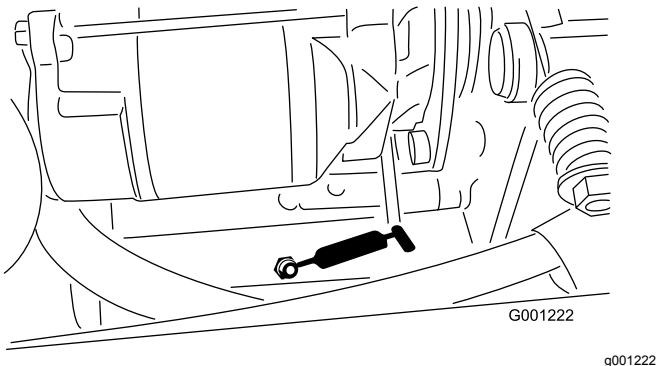

Figura 37
- Perno di tensionamento della PDF (Figura 37)
- Cuscinetto posteriore della PDF (Figura 37)